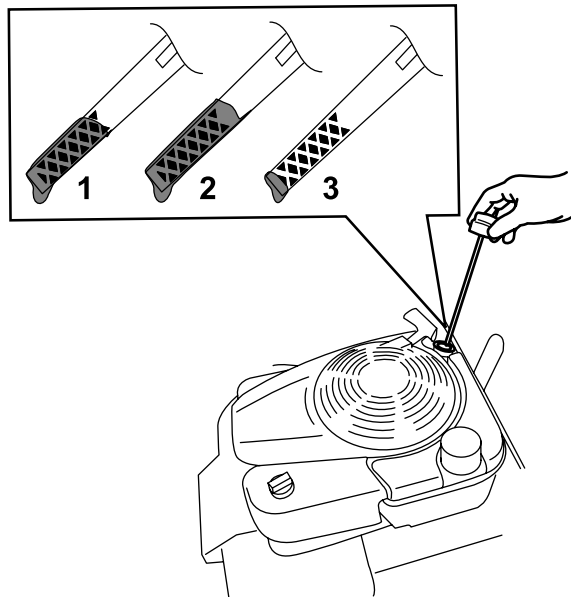

Figura 6
2. Retire a vareta rodando-a no sentido contrário ao dos ponteiros do relógio e puxando-a para fora (Figura 6).
7. Leia o nível de óleo na vareta (Figura 6).